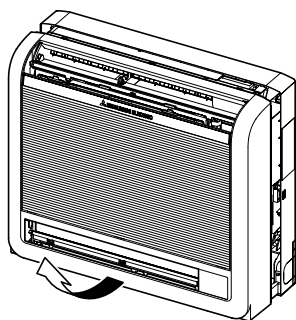

Fig. 3-4
- ④ Soulevez la grille avant pour la retirer. (Fig. 3-4)